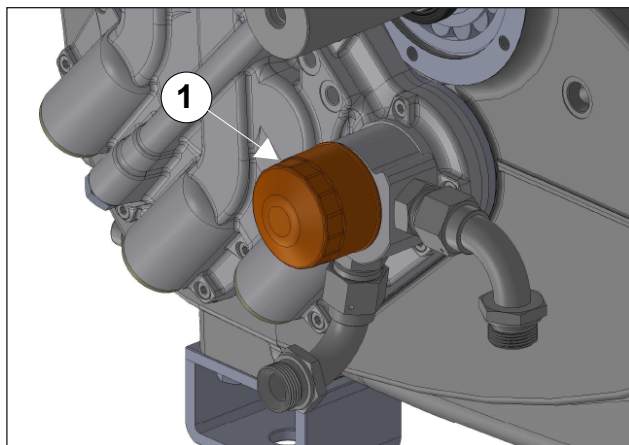

Fig. 132
Monter la cartouche du filtre à huile et la serrer à la main (rep. ①, Fig. 132).